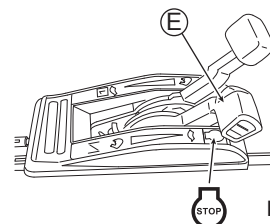

Fig. 13
2. Placez la Manette des gaz (E) sur la position "STOP". (Voir Fig. 13)